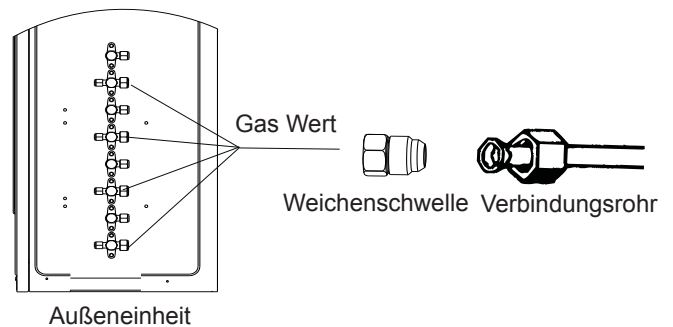

Abb. 12
4) Beziehen Sie sich auf die Abb.12, um die Rohrleitung zu verbinden.